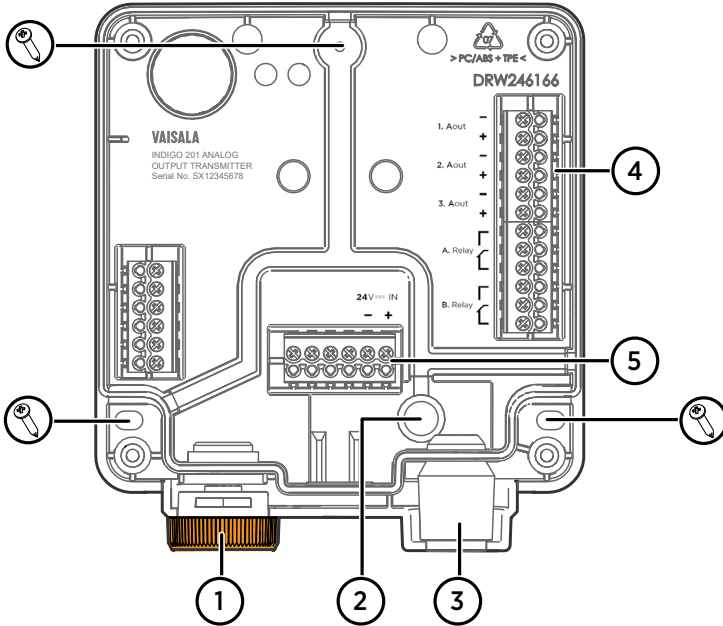

図 17 Indigo 201変換器基板の主要部品とネジの位置
5. 変換器基盤を取り付け面に配置し、3本のネジで基板を設置します。図 17 \(ページ 43\)に示されたネジの位置を参照してください。